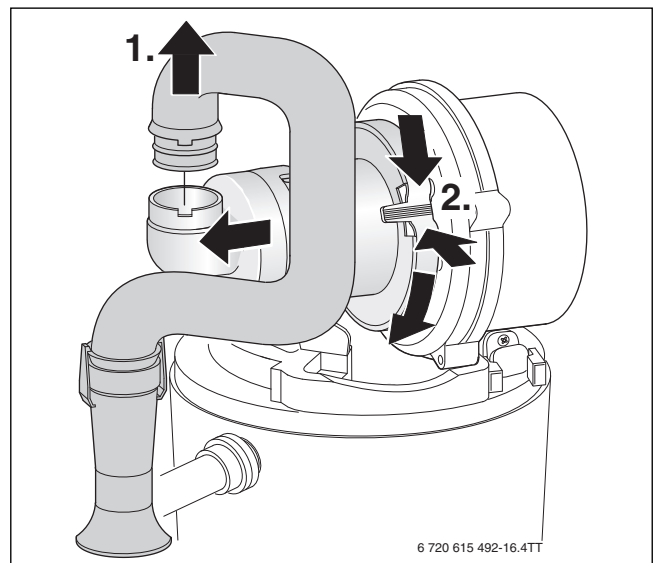

Bild 103 Saugrohr und Mischeinrichtung ausbauen
- ▶ Mischeinrichtung nach Bild 103 ausbauen.